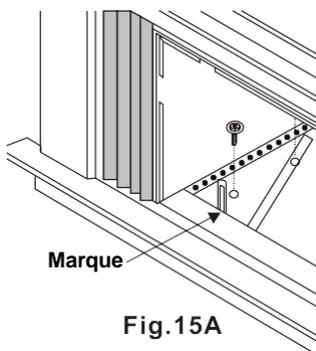

Fig. 15A
1. Maintenez chaque ferrure de support à égalité de l'appui extérieur et collée sur la partie inférieure du caisson, tel qu'illustré à la figure 15A. Marquez les ferrures sur la partie supérieure de l'appui, puis retirez-les.